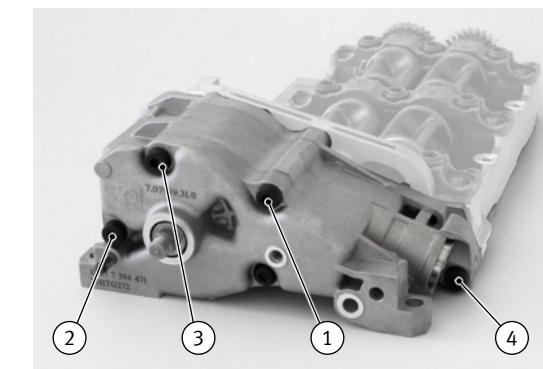

Abb. 2 / Fig. 2 / Рис. 2 / 图2
- Reihenfolge der Verschraubung: (1) → (4) (Abb. 2)
- Последовательность выполнения резьбового соединения: (1) → (4) (рис. 2)
- Order of screw tightening: (1) → (4) (Fig. 2)
- Orden del atornillamiento: (1) → (4) (fig. 2)
- Ordre du vissage : (1) → (4) (Fig. 2)
- 螺栓连接顺序: (1) → (4) (图 2)